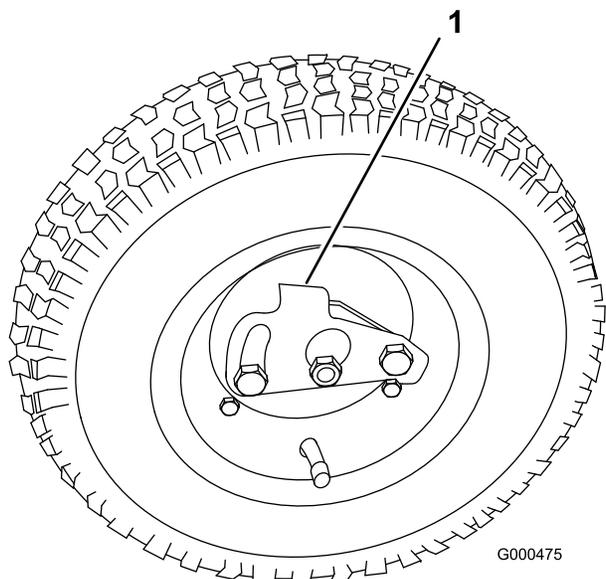

図16
2. 車輪についているロッククリップが車軸に掛かるようにして車輪を六角シャフトに通す図16。